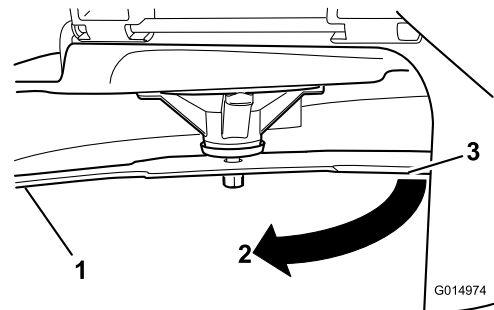

Figura 63
3. Distancia medida entre la cuchilla y la superficie (A)
4. Gire la misma cuchilla 180 grados de manera que el otro extremo esté en la misma posición (Figura 63).